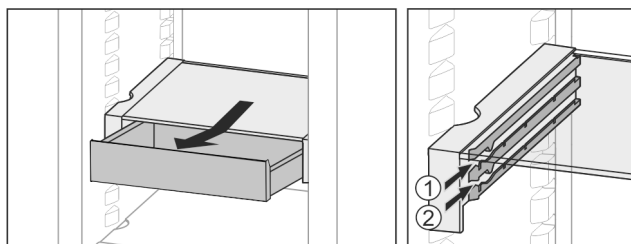

Fig. 34
- Skjut in i valfri höjd Fig. 34 (1) eller Fig. 34 (2).